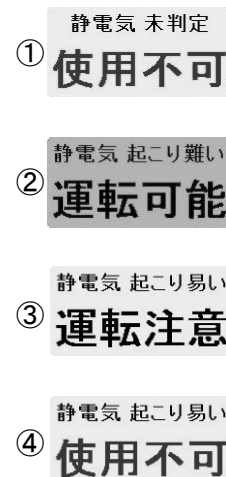

図 10-12
8) 静電気センサの状態表示 (図 10-12)
- ・ [静電気 未判定 使用不可] (図 10-12 ①)
- ・ [静電気 起こり難い 運転可能] (図 10-12 ②)
- ・ [静電気 起こり易い 運転注意] (図 10-12 ③)
- ・ [静電気 起こり易い 使用不可] (図 10-12 ④)